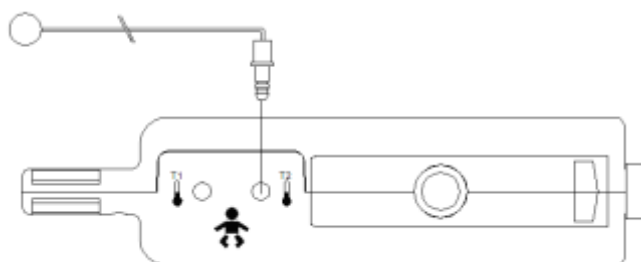

Figura 96 – Instalando o sensor auxiliar – MC3
1. Conecte o plugue do sensor auxiliar no módulo dos sensores, localizado no compartimento do RN, conforme figura 96.